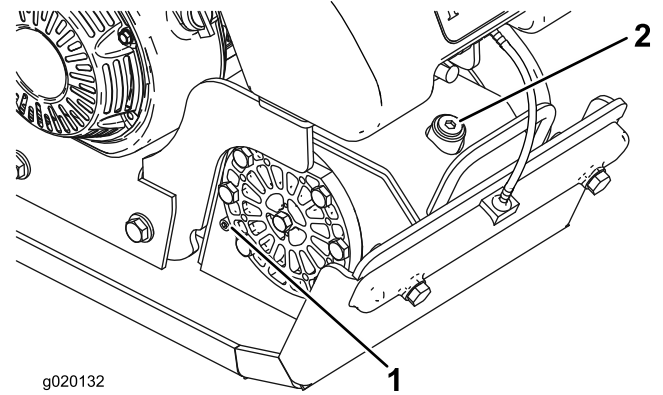

Figura 23
2. Coloque un recipiente debajo del tapón de aceite y retire el tornillo del tapón de aceite situado en el lateral del alojamiento de la excéntrica (Figura 23).
2. Coloque un recipiente debajo del tapón de aceite y retire el tapón de llenado y el tornillo del tapón de aceite (Figura 23).
3. Incline la plancha compactadora ligeramente hacia adelante y utilice una pistola de succión para retirar el aceite a través del orificio de llenado (Figura 23).
4. Vierta aceite lentamente en el orificio de llenado hasta que salga aceite del tapón de aceite (Figura 23).